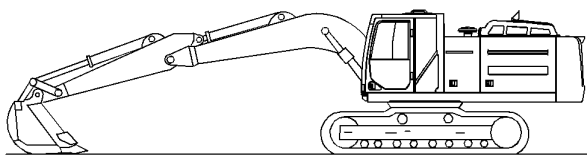

Рисунок 1
**2.** Полностью втяните шток гидроцилиндра рукояти. Отрегулируйте положение рычажного механизма таким образом, чтобы навесное оборудование находилось параллельно земле. Опускайте стрелу до тех пор, пока навесное оборудование не окажется на земле. См. рис. 1.